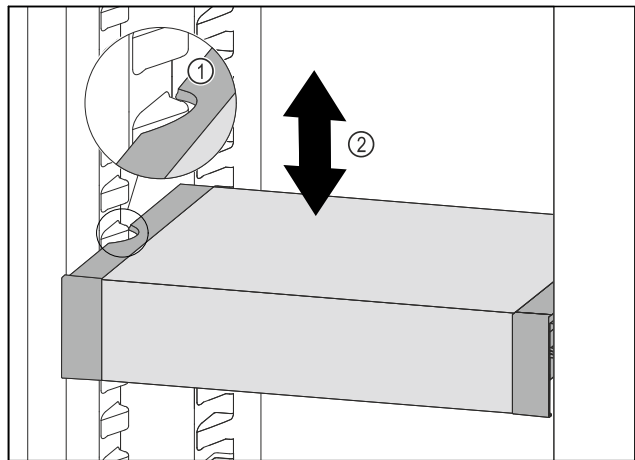

Fig. 58
- ▶ VarioSafe naar voren trekken tot de uitsparingen aan de zijkant van de VarioSafe zich ter hoogte van de rib in het koelgedeelte bevinden. Fig. 58 (1)
- ▶ VarioSafe in het koelgedeelte omhoog of omlaag bewegen tot de gewenste hoogte is bereikt. Fig. 58 (2)